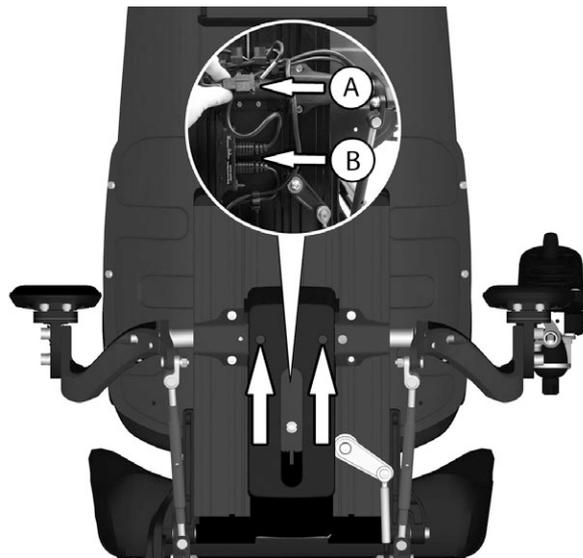

Abbildung 153. Die Kunststoffabdeckung ist mit zwei Schrauben befestigt.
2. Die beiden Befestigungsschrauben der Kunststoffabdeckung an der Rückseite der Rückenlehne lösen. Die Plastikabdeckung nach unten drehen. Siehe Abbildung. 153.
3. BUS-Kontakte vom Kontaktblock abnehmen und Kabel zum ICS-Steuerpult am Kabelkontakt trennen. Siehe Abbildung. 153.
8. BUS-Kontakte am Kontaktblock montieren und Anschlusskabel zum ICS-Steuerpult am Kabelkontakt montieren. Siehe Abbildung. 153.
9. Kunststoffabdeckung an der Rückseite der Rückenlehne mit den zwei dazugehörigen Schrauben montieren. Siehe Abbildung. 153.